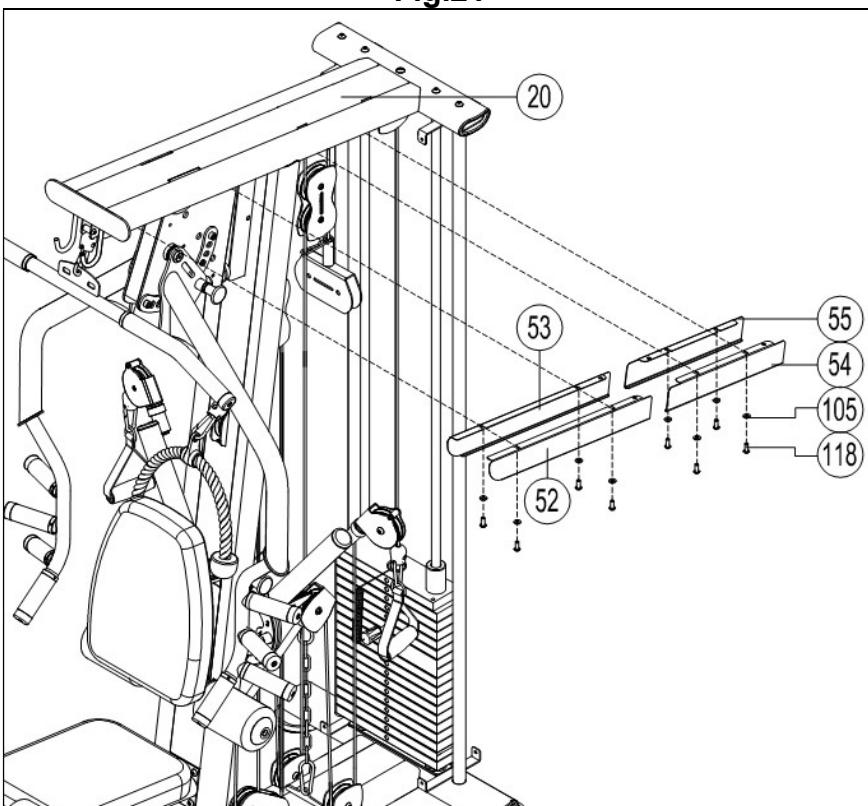

Fig.22
22.- Coloque la tapa izquierda (48) y atorníllela a la estructura superior (20) e inferior (1) usando los tornillos (121) y las arandelas (103), Fig.22.